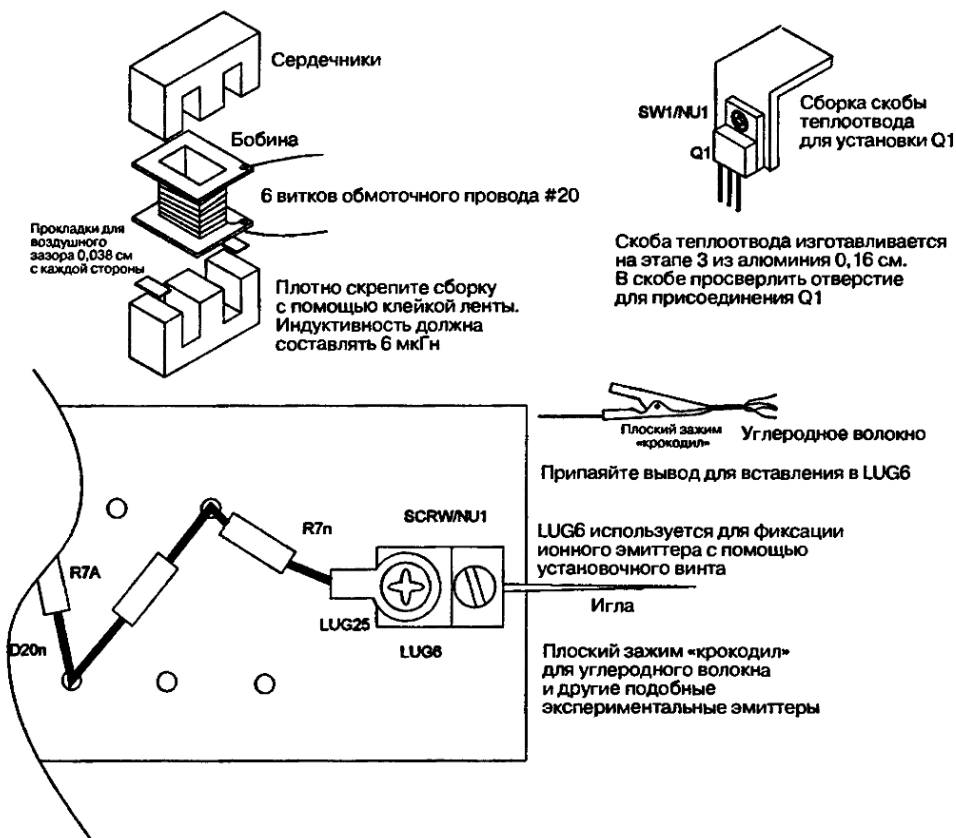

Рис. 22.4. Дроссель подачи тока L1 и скоба теплоотвода
| HSINK | 1 | Алюминиевая пластина 3,81×2,54×0,16 см, обработанная в соответствии с рис. 22.4 | |
- Изготовьте металлический теплоотвод в виде скобы для транзистора Q1 из алюминия 3,81×1,9×0,16 см, как показано на рис. 22.4¹.
- Соберите дроссель L1 (см. рис. 22.4).